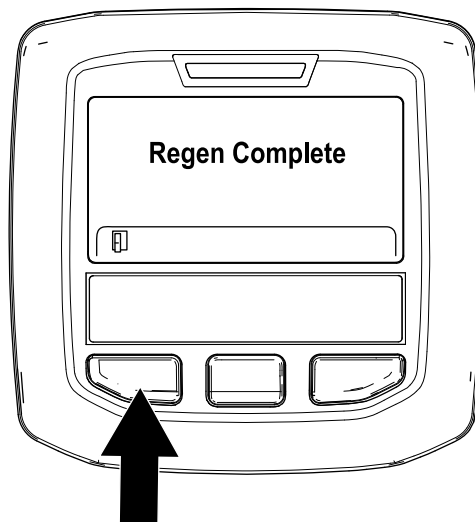

Figure 41
9. La régénération stationnaire est terminée lorsque le message "Regen Complete" (Régénération terminée) s'affiche sur l'InfoCenter. Appuyez sur le bouton gauche pour revenir à l'écran d'accueil (Figure 41).